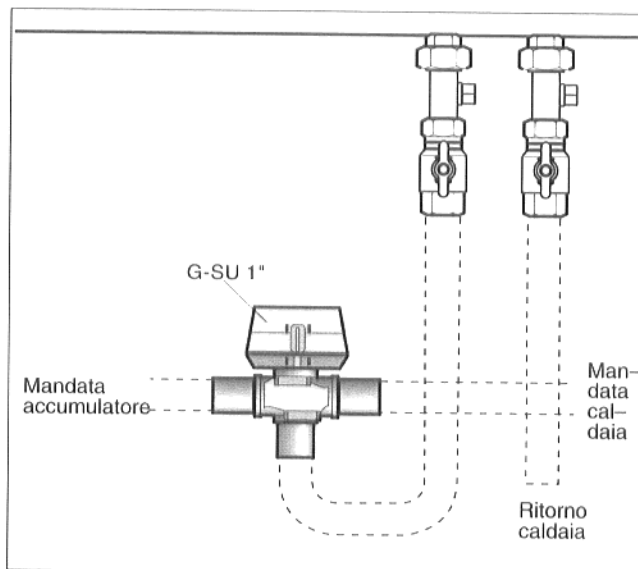

Fig. 2: valvola a tre vie
- Montare alla mandata caldaia la valvola a tre vie con motore sovrapposto oppure laterale (Fig. 2).
- Collegare la valvola a tre vie agli attacchi presenti sul posto per la mandata accumulatore e la mandata caldaia (Fig. 2).